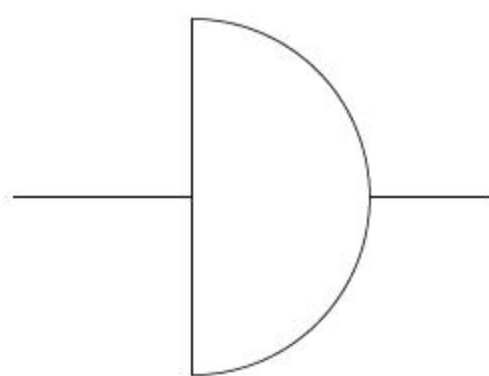

图8-121 绘制线段
- 04 调用L【直线】命令，以圆形的象限点为起点，绘制长度为193的水平线段，结果如图8-121所示。